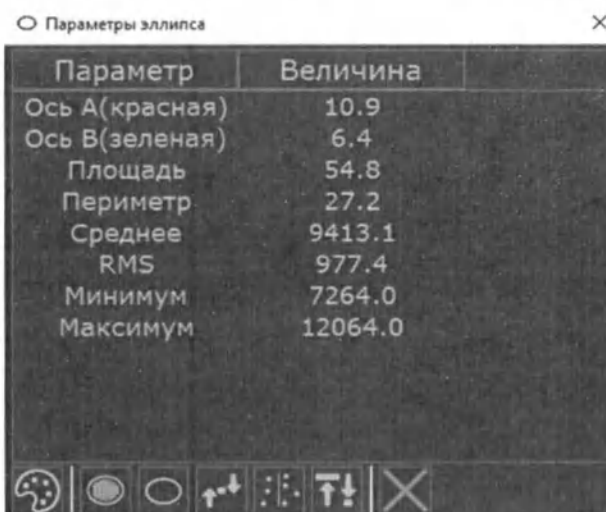

Рис. 99 Окно "Параметры эллипса"
- Откроется окно «Параметры эллипса» (Рис. 99 Окно "Параметры эллипса")
Элементы окна «Параметры многоугольника» и работа с ними аналогичны элементам «Свойства эллипса» (Рис. 99 Окно "Параметры эллипса").